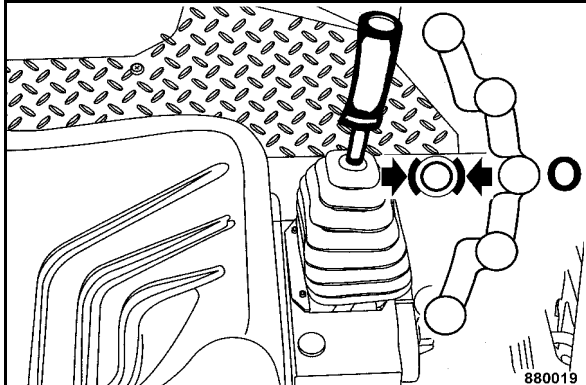

Fig. 54
- Placer le levier de commande de marche (Fig. 54) sur position "0".